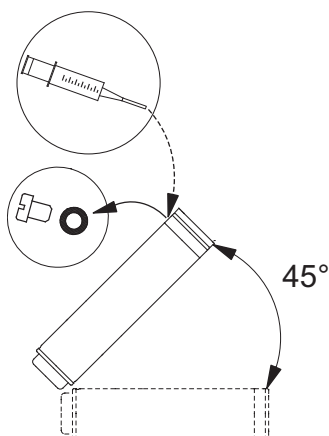

Рис. 3 Положение электродвигателя при заполнении - MS 6000
- В случае если электродвигатель поставляется со склада, необходимо проверить уровень жидкости электродвигателя перед его монтажом на насосной части. См. рис. 3.
- При проведении сервисных работ уровень необходимо проверять. См. рис. 3.
1. Расположите погружной насос, как показано на рис. 3. Заливочное отверстие должно быть в верхней точке двигателя.
3. С помощью специального шприца заливайте в электродвигатель жидкость, пока она не начнёт вытекать через заливочное отверстие. См. рис. 3.